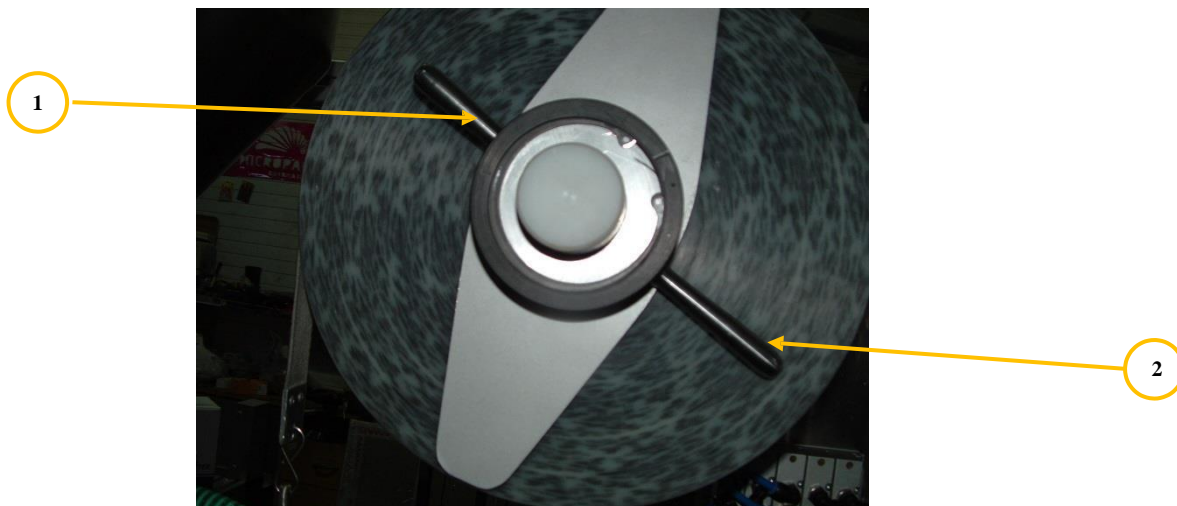

Fig. 5.2-6
– Rola de folie este fixata pe ax cu ajutorul unui sistem de centrare cu doua conuri (fig. 5.2-6), dintre care unul este de tip “quick – release” (eliberare rapida). Celalalt con se poate bloca pe ax cu un surub imbus.